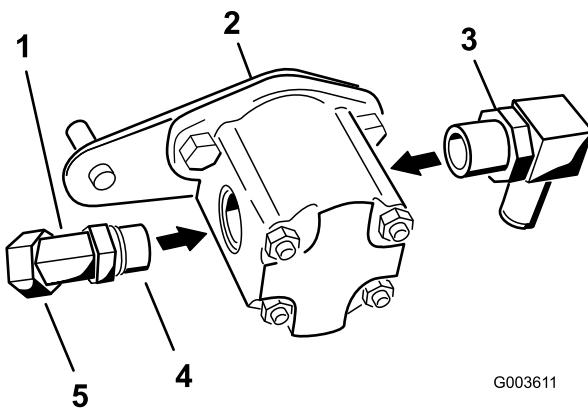

Bild 17
2. Montieren Sie den 45-Grad-Krümmer seitlich an der Hydraulikpumpe (Bild 17).